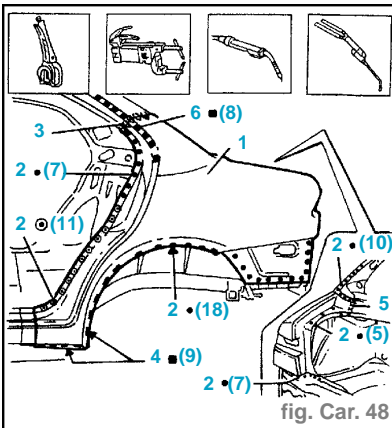

fig. Car. 48
- Positionner l'aile AR sur la voiture par les pinces autobloquantes (1) (fig. Car. 48).